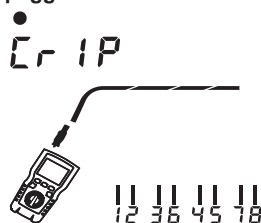

Figura 6.13 Collegamento al connettore RJ45
- (1) Accendere il tester, impostare la manopola di selezione della modalità sulla modalità TEST e premere il tasto "PORT" per passare al porto di test per il crimpaggio. L'interfaccia è mostrata nella Figura 6.13, con l'indicatore di test "Cr IP" visualizzato nell'angolo in alto a sinistra e il diagramma della mappa dei cavi che lampeggia sotto.
- (2) Inserire il connettore RJ45 crimpato nella presa RJ45 del porto di test per il crimpaggio. Lo stato del crimpaggio del connettore RJ45 verrà visualizzato per circa 1 secondo.